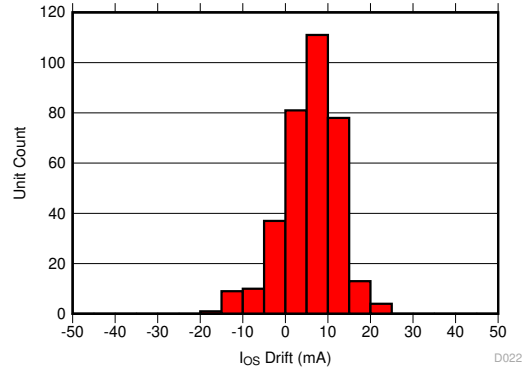

图 9-8. AEC-Q100 高温工作寿命应力测试后的以输入为基准的失调漂移
TMCS1101 中用于降低温度漂移的相同补偿技术也大大降低了老化、应力和环境条件导致的寿命漂移。由于高工作温度下的老化现象，典型的磁传感器会遭受高达 2% 至 3% 的灵敏度漂移。TMCS1101 极大地改善了寿命漂移，电气特性 表针对在三批次 AEC-Q100 认证期间在最坏情况应力测试后测量的总灵敏度误差进行了阐述。AEC-Q100 认证规定的所有其他应力测试产生的灵敏度误差低于指定的值，处于电气特性表中指定的范围内。图 9-6 显示了在进行最坏情况应力测试 ( 即 130°C 和 85% 相对湿度 (RH) 条件下的高加速应力测试 (HAST) ) 后的总灵敏度误差，而图 9-7 和图 9-8 显示了在进行 AEC-Q100 规定的 1000 小时、125°C 高温工作寿命应力测试后的灵敏度和失调电压误差漂移。该测试模拟了典型的器件寿命操作，表明与典型的磁传感器相比，老化导致的可能的器件性能变化得到了极大的改善。